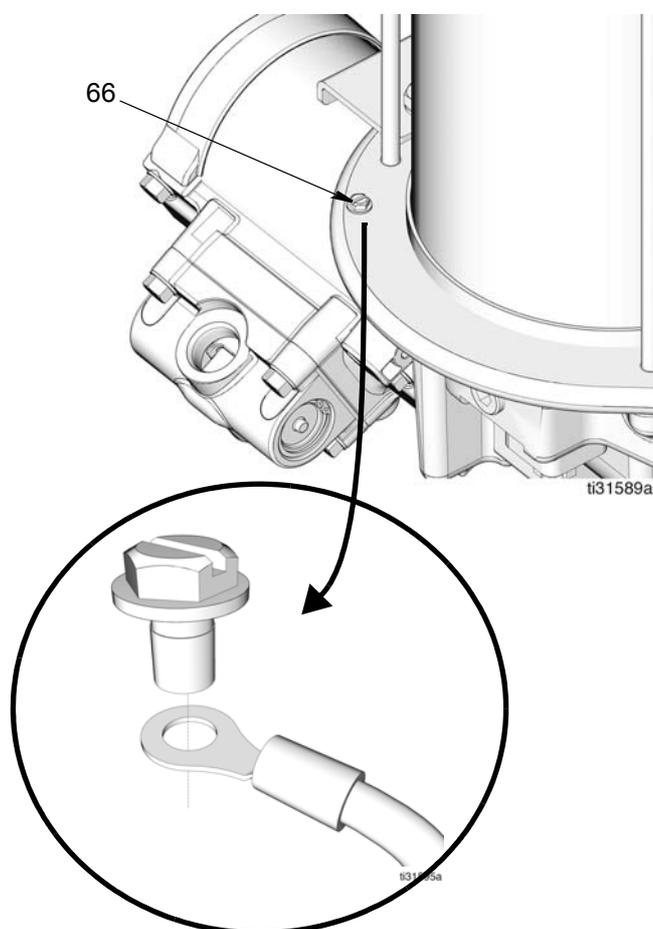

FIG. 3
Fissare il filo di terra alla vite di terra (66) come mostrato in FIG. 3.